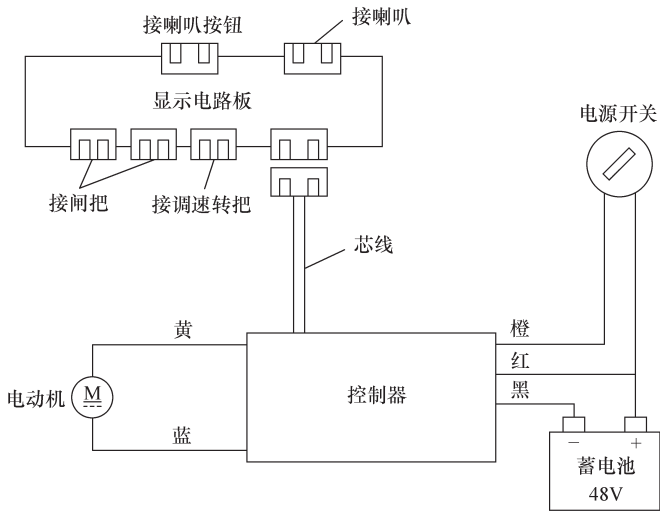

图 8-45 某品牌电动自行车有刷电动机控制电路
- 6) 该有刷电动自行车电动机控制电路如图 8-45 所示。